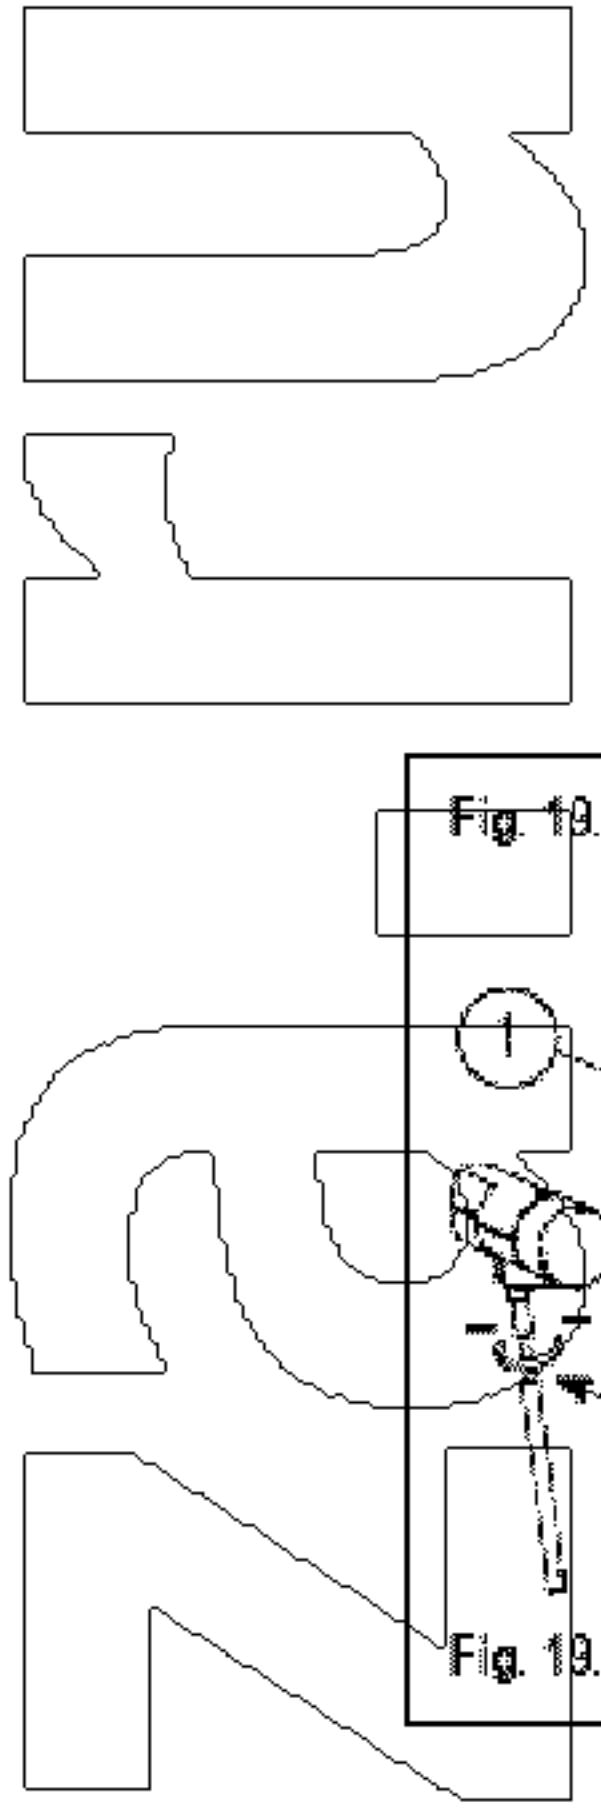

Рис. 19
Чтобы увеличить/уменьшить количество воздуха, подаваемого в молоко при помощи парового крана T TurboCream (и, следовательно, увеличить/уменьшить густоту молочной пенки), действовать, как показано на рис. 19:
- Открутите наконечник из нержавеющей стали (1), как показано на рис. 19 А.
- Чтобы увеличить/уменьшить количество воздуха, регулируйте тефлоновый наконечник (2), как показано на рис. 19 В.